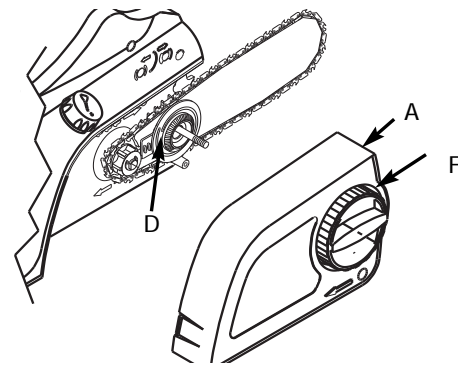

Fig. 21
2. Para instalar los eslabones de cadena en la ranura de la barra guía, gire la placa de tensión (D) en sentido contrario al de las agujas del reloj hasta el final. Instale la cadena y la barra en la unidad de alimentación, gire la placa de tensión (D) en el sentido de las agujas del reloj y coloque la tapa lateral (A) (Fig. 21).
3. Gire el pomo en el sentido de las agujas del reloj, ajuste el anillo de tensión de la cadena (F) y apriete el pomo. Consulte la sección Ajuste de la tensión de la cadena de la sierra P14.